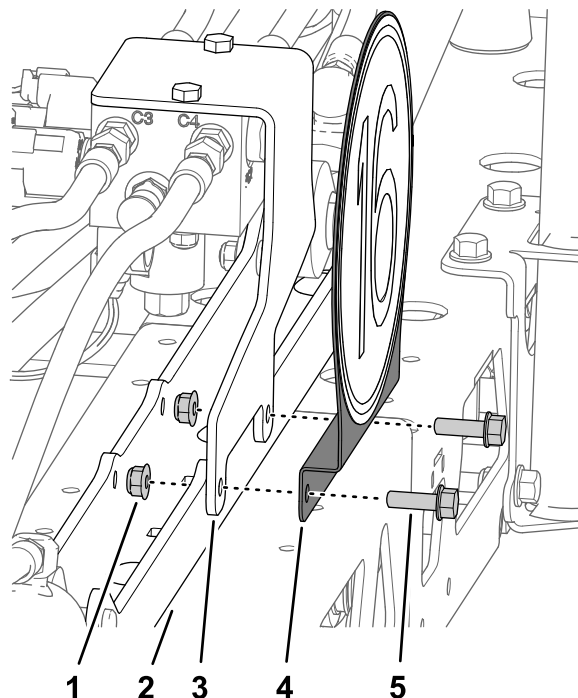

Figura 51
- Rimuovete i 2 bulloni a testa flangiata (5/16" x 1") e i 2 dadi di bloccaggio flangiati (5/16") che fissano la staffa per la staffa del cilindro di sollevamento al supporto del cilindro di sollevamento (Figura 51).
5. Allineate i fori nella staffa del segnale di velocità, la staffa del collettore del cilindro di sollevamento e il supporto del cilindro di sollevamento (Figura 51).
6. Montate la staffa del segnale di velocità sulla staffa del collettore del cilindro e sul supporto del cilindro di sollevamento (Figura 51) con 2 bulloni a testa flangiata (5/16" x 1") con i 2 dadi di bloccaggio flangiati (5/16").